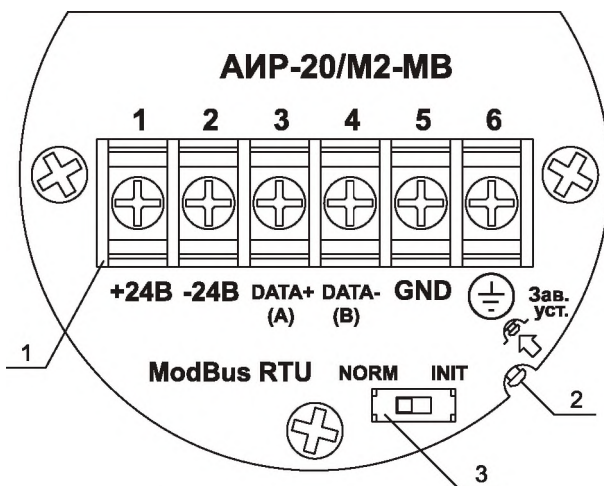

Рисунок 2.3 – Модуль коммутации
2.4.3.1 Режим предназначен для восстановления значений параметров АИР-20/М2-МВ в соответствии с заводскими установками. Для выполнения процедуры нажмите и удерживайте не менее 3 с кнопку восстановления заводских установок (см. рисунок 2.3).